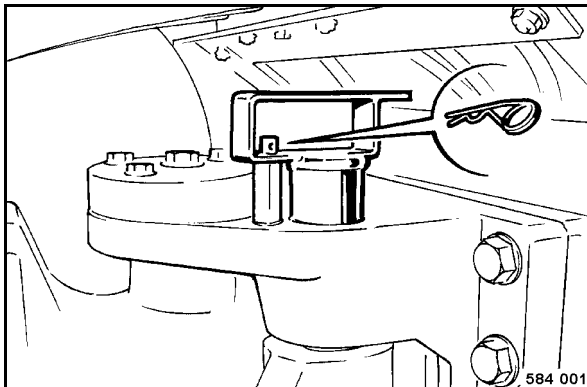

Fig. 115
- Retirer l'agrafe de sécurité (Fig. 115).